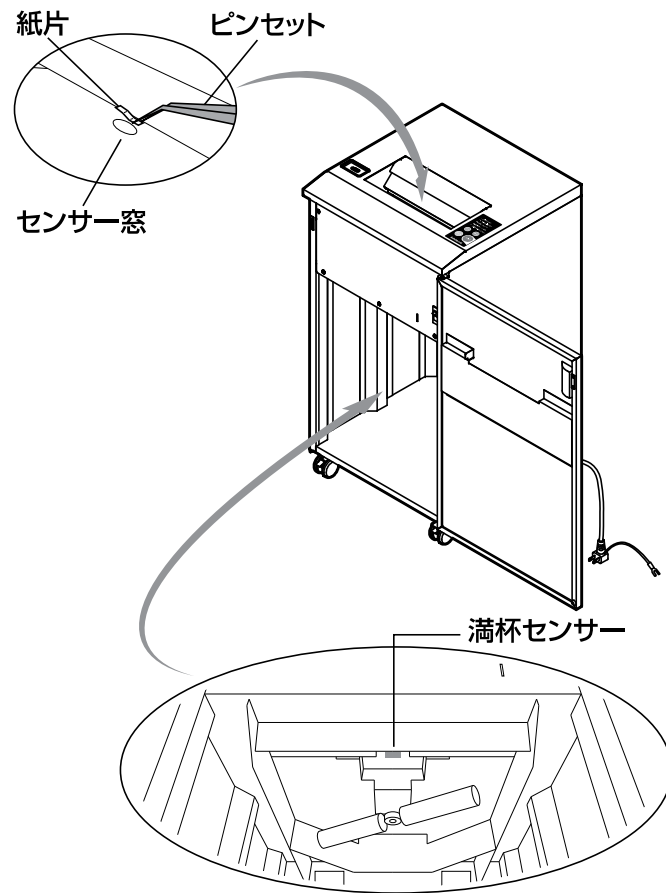

図9 NXI-406SPHの各センサーの掃除
<p>●細断が終了しても刃物が止まらない</p> <ul style="list-style-type: none"> <li>投入口④に細断紙片が残っていませんか? ……投入口④のセンサー窓に残っている細断紙片を、ピンセット等を使って 取り除いてください。 …… P5 図1/P15 図9</li> </ul>